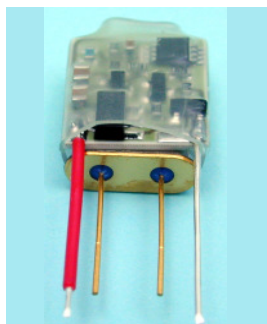

Fig.2
2. Schaltung auf den Quarz aufschumpfen (Fig. 2), wobei auf nicht zu hohe Temperatur zu achten ist.
2. Warm the heat shrink tubing to hold the circuit next to the crystal (Fig. 2), ensure that the temperature is not too high.